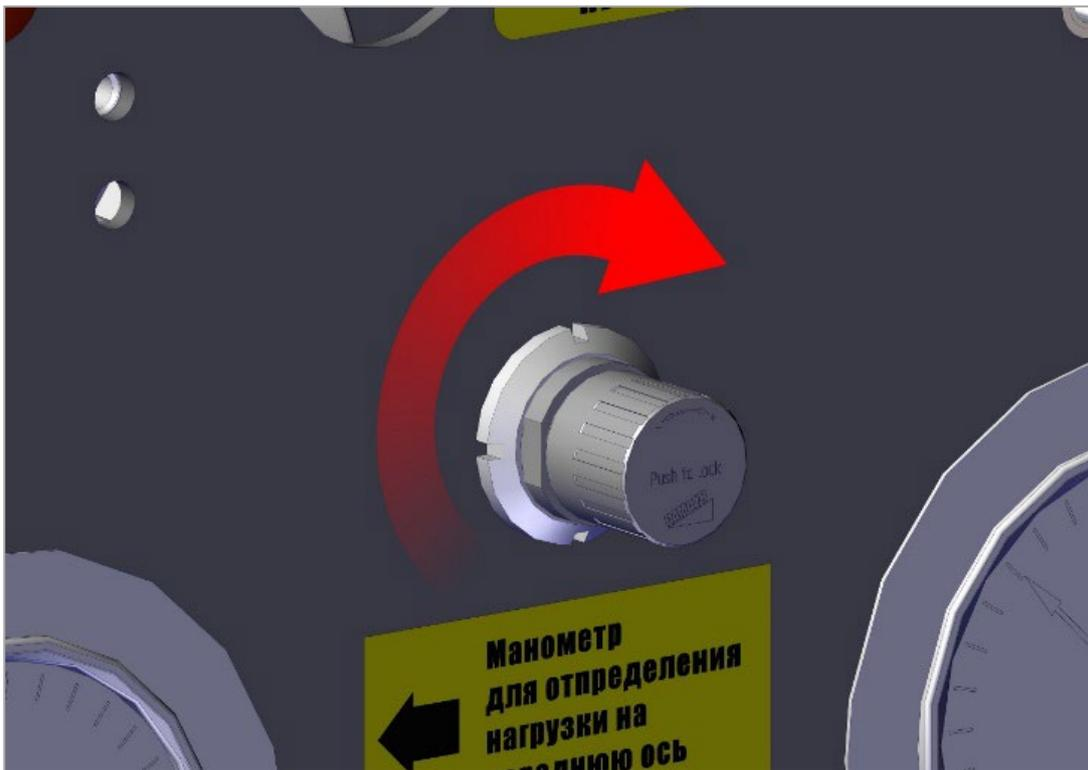

Рис. 39. Установка требуемого давления в пневморессорах
1) Перед загрузкой закрыть регулятор давления, потянув на себя и вывернув его рукоятку против часовой стрелки до упора (рис. 39. и рис. 39.1).